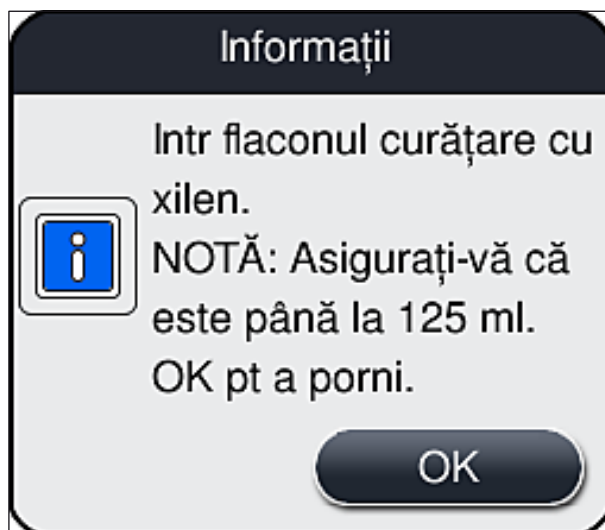

Fig. 101
10. Apoi confirmați mesajul de informare (→ Fig. 101) cu **OK**.